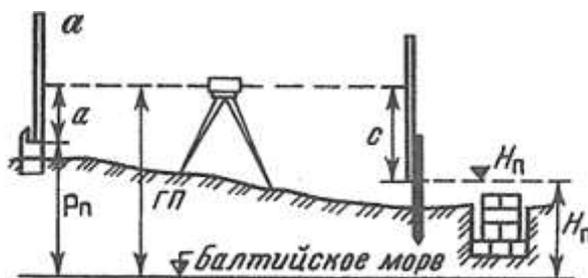

Рис. 1. Схема разбивки и контрольных высот фундамента
5. Выставьте проектную высоту верха фундамента на обноске (рис. 1), если высота репера $P_n = 33,711$, отсчет по рейке $a = 0613$, проектная высота фундамента $H_n = 31,825$.